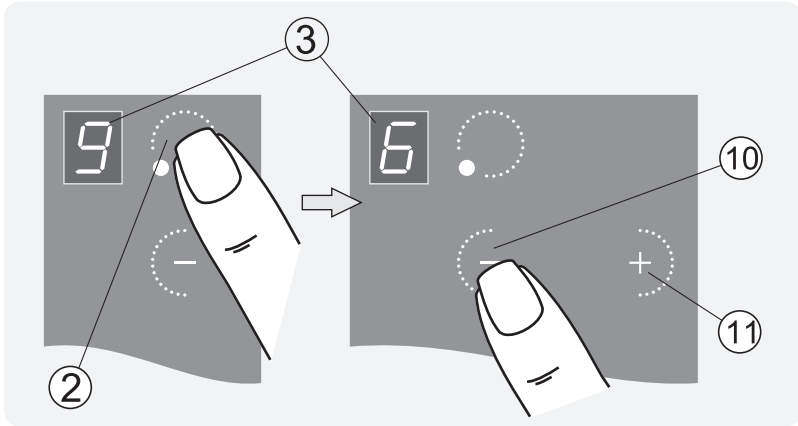

Рис.31
1. Работавшую конфорку касанием зоны ② перевести в режим управления (рис. 31).